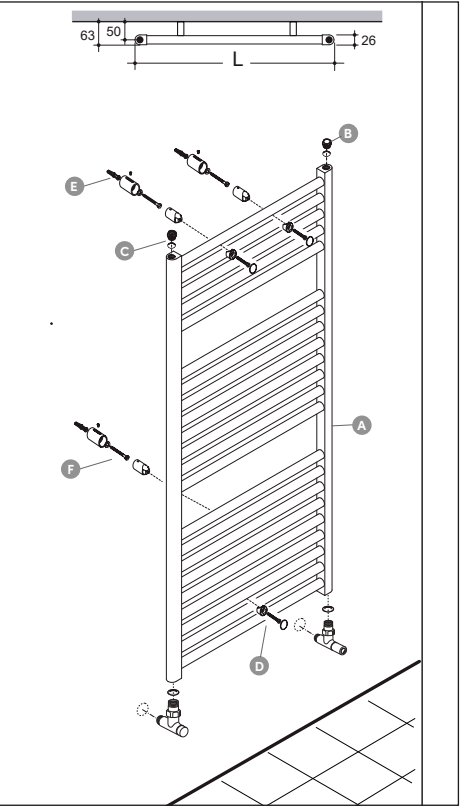

Figura 03
- Posizionare lo sfiato automatico o manuale sempre dal lato opposto della valvola (vedi Figura 03 pag. 05).
1. **Installazione del tappo.** Avvitare il tappo (C) nella parte superiore del collettore di ingresso acqua (valvola montata nella parte bassa).
2. **Installazione della valvola di sfiato.** Avvitare lo sfiato (B) nella parte superiore del collettore di uscita acqua (detentore montato nella parte bassa).
3. **Foratura dei punti di fissaggio.** Praticare i fori di diametro 8 mm, con profondità minima di 65 mm, ed inserire i tasselli (E).
4. **Installazione delle mensole.** Installare le mensole (F) come da esploso riportato nella Figura 03.
5. **Posizionamento del radiatore.** Appendere il radiatore (A) sulle mensole.